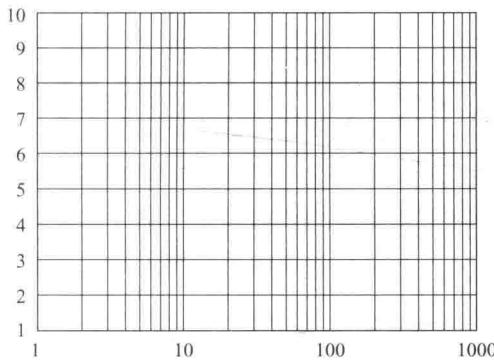
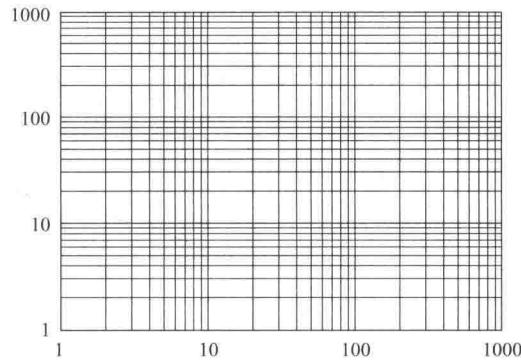

图 2-1 单对数坐标纸
图 2-2 双对数坐标纸
① 坐标系的选择 常用的坐标系有直角坐标、单对数坐标（图 2-1）和双对数坐标（图 2-2）。
对数坐标是按坐标示值（变量值）的对数进行刻度的标注。如图 2-1、图 2-2 中坐标示值为 1、10、100、1000 时，对应的刻度值为  $lg1=0$ 、 $lg10=1$ 、 $lg100=2$ 、 $lg1000=3$ ，
在对数坐标中绘图可采用市售对数坐标纸，如图 2-1、图 2-2 所示。若有特殊要求，可以任选单位长度参照上述原理自行设计对数坐标。除常用对数外，也可取自然对数标注刻度。